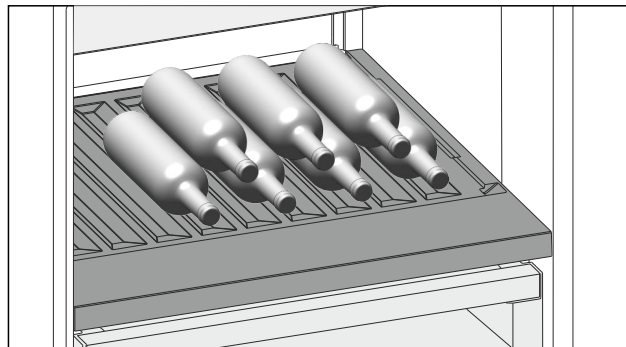

Fig. 122 Représentation à titre d'exemple
- Placer les bouteilles avec le fond orienté vers la paroi arrière de l'appareil. (voir Fig. 122)